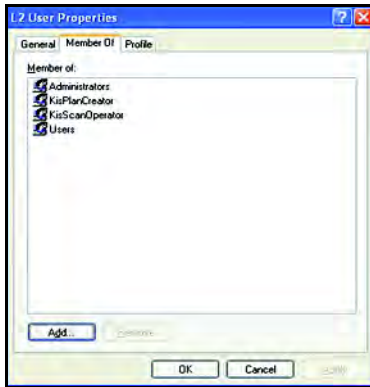

Figura 119: Pestaña Miembro
- Para cambiar la pertenencia al grupo, haga clic en la pestaña Miembro de (ver *Figura 119* a continuación). Haga clic en el botón Añadir para agregar el miembro a un grupo.